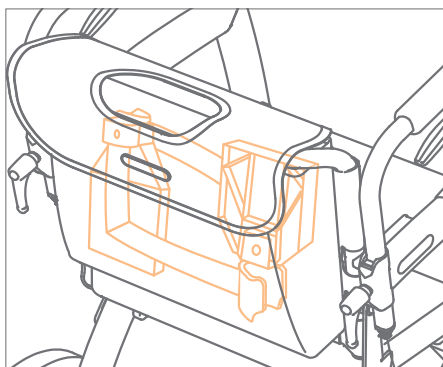

Abbildung 50: Fußstützen gespiegelt verstauen.
- a. Entfernen Sie die Fußstützen vom Rahmen. Schieben Sie die Fußstützen nach oben, bis sie aus den Fußstützenhaltern gelöst sind. Legen Sie sie zurück in die Tasche des Rollz Rollstuhlpakets und spiegeln Sie sie zueinander (**Abbildung 50**).